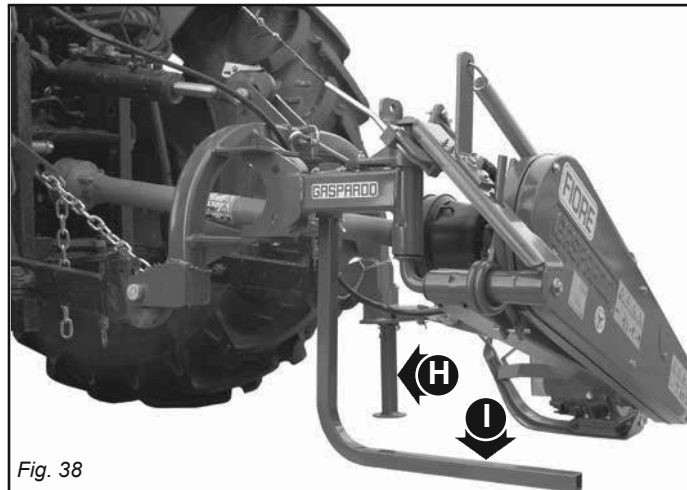

Fig. 38
- Infine, sistemarla in un ambiente asciutto, fuori dalla portata dei non addetti; la falciatrice deve essere predisposta in un terreno piano e compatto, sostenuta dagli appositi puntelli di sostegno (H-I, Fig. 38).